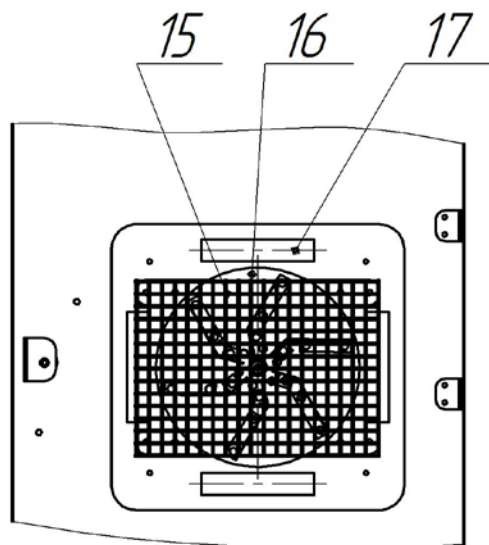

Рис. 5
7.5. Влажность. Нажатие и удержание кнопки «влажность» (поз. 24 рис. 5) более 2 секунд переводит автоматику в режим задания влажности.
7.6. Далее, нажатие кнопки «влажность» (плюс) - увеличивает текущее значение, кнопка «поворота лотков» (минус) (поз. 23. рис. 5) , соответственно уменьшает его.
7.10. Удержание кнопки «температура» (поз. 23 рис. 5) более 2 секунд, переводит автоматику в режим задания температуры. Изменение значения температуры производится кнопками «влажность» (плюс) и «пауза» (минус).